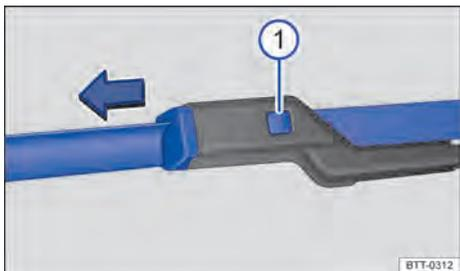

Fig. 187 Substituir as palhetas dos limpadores do para-brisa.
- Manter o botão de destravamento ⇒ Fig. 187 ⓘ pressionado e, ao mesmo tempo, puxar a palheta dos limpadores dos vidros para fora, no sentido da seta.